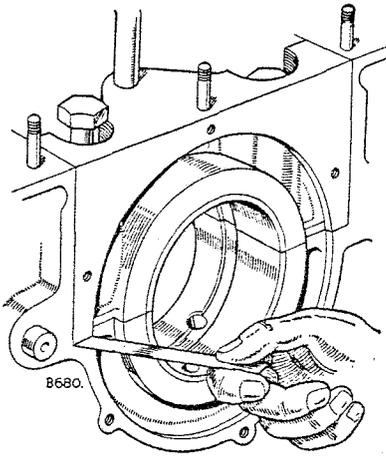

Fig. A-20—Para verificar la presión de ajuste de los cojinetes de bancada
1. Retírense los sombreretes de los cojinetes de bancada y móntense los casquillos, ubicando por medio de las aletas. Apriétense los sombreretes y aflójesse un perno de cada par. Verifíquese la presión de ajuste según ilustrado en Fig. A-20, asegurándose que la tolerancia no excede 0,10 a 0,15 mm. El ajuste se puede corregir por el montaje selectivo de los casquillos del cojinete que son disponibles en varios espesores.